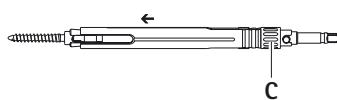

Fig. 5
- Deslizar a bucha externa A no sentido do parafuso pedicular e fixar o parafuso pedicular com o parafuso de aperto C na bucha de aperto 2, ver Fig. 5.